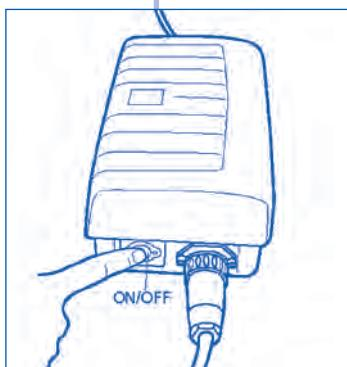

Figura 5
- Para poner en marcha el limpiafondos Vortex™1, pulse el botón ON/OFF (**Figura 5**). El piloto verde se enciende y el limpiafondos se pone en marcha al cabo de unos segundos.